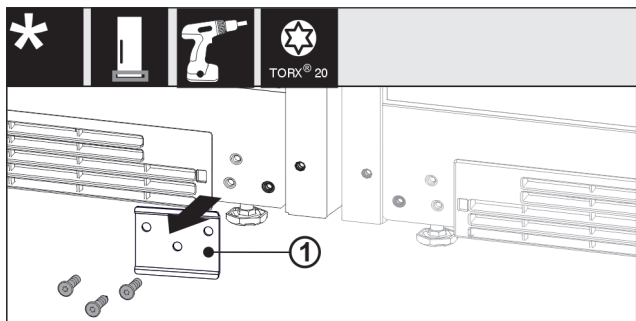

Fig. 14
- ▶ En el caso de estar instalada, desatornille la chapa Fig. 14 (1).